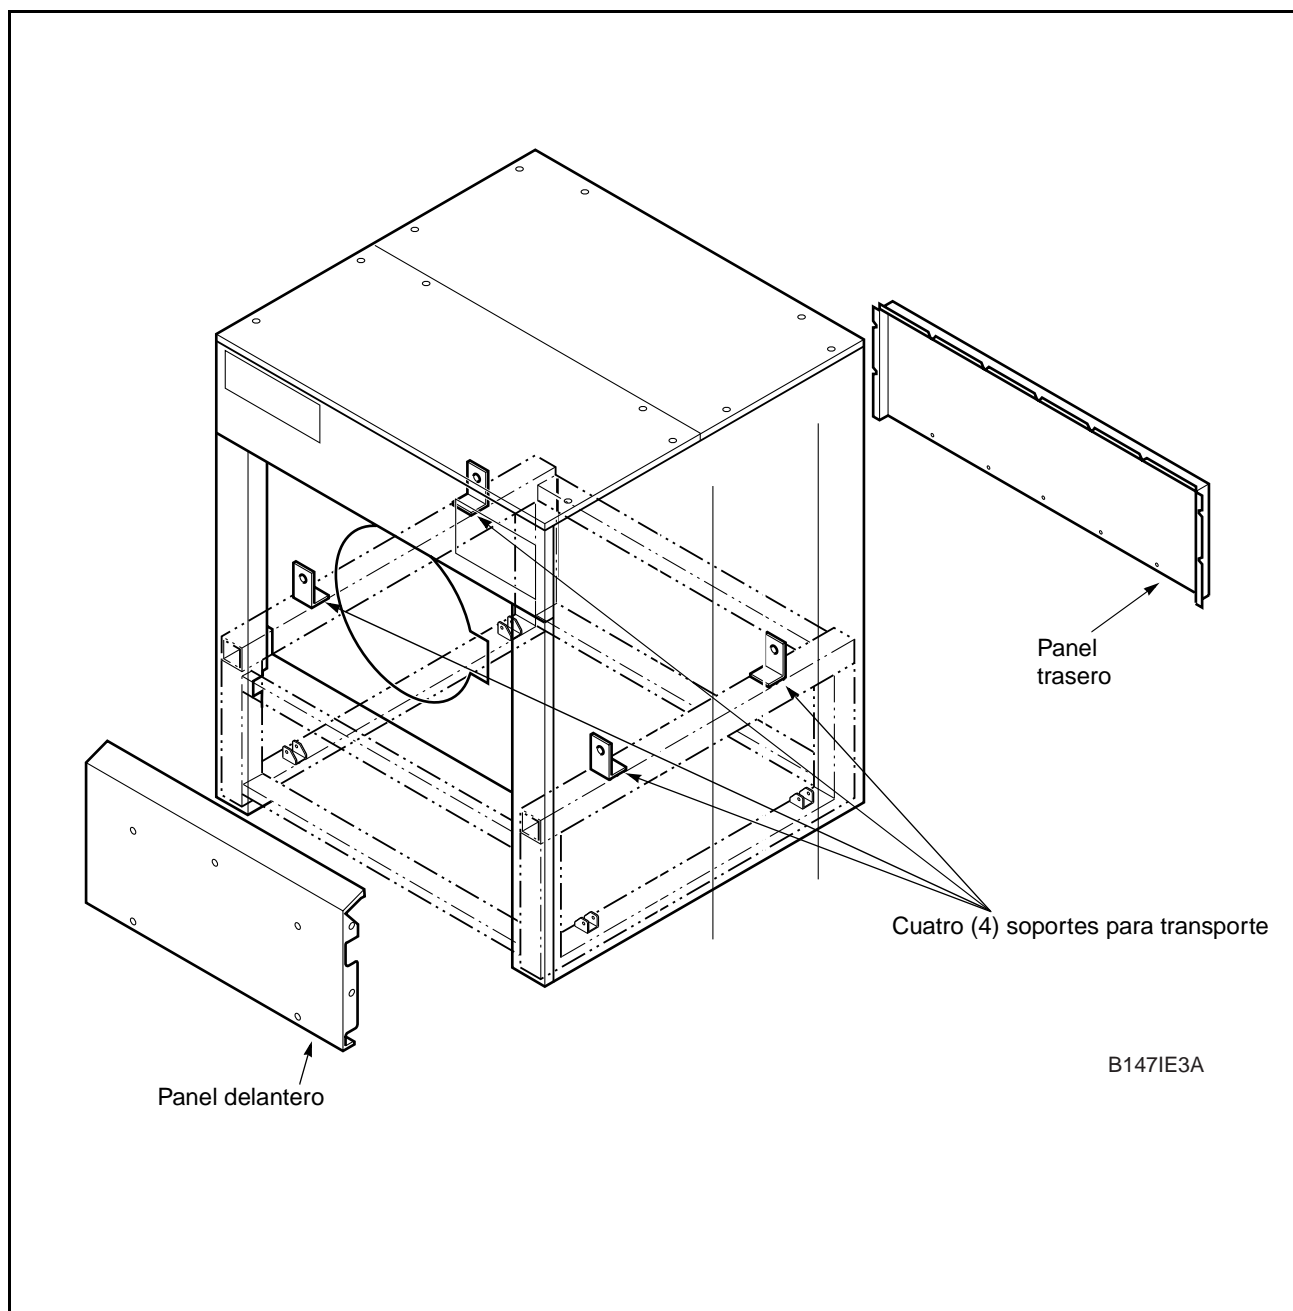

Figura 12
9. Saque los cuatro soportes rojos que se utilizan para asegurar la máquina durante el transporte. Vea la Figura 12.